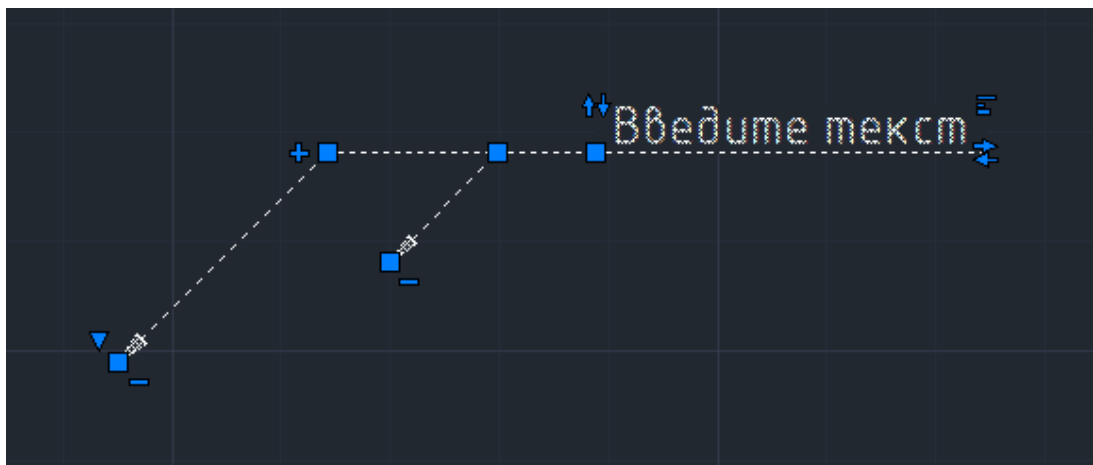

Рис. 5 Ручки редактирования выносок
- Для выносок и обозначений реализовано расширенное редактирование с помощью ручек (Рис. 5). Ручки позволяют выбрать выравнивание текста, тип стрелки, добавление/удаление указателей, положение полки с текстом.